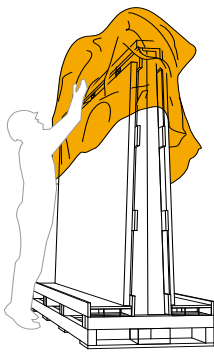

Abb. 6
- Warschrumpfkappe als Abdeckung (Abb. 6 – Abb. 7)